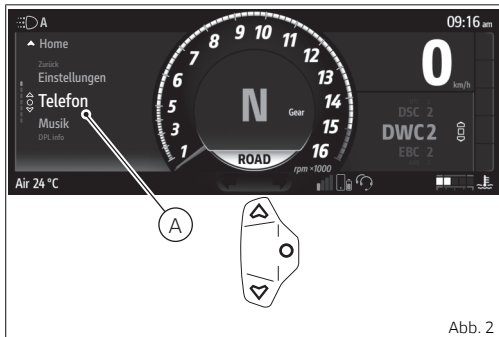

Abb. 2
Während eines Gesprächs ist es möglich, die Anrufanzeige zu verlassen, um auf andere Menüs auf der Hauptbildschirmanzeige zuzugreifen, dazu die Taste  gedrückt halten. Das blaue Symbole des Telefons (D) wird ebenfalls aktiviert, um anzuzeigen, dass ein Gespräch geführt wird. Um zum Fenster des laufenden Gesprächs im Menü „Funktionen“ die Angabe „Telefon“ (A, Abb. 2 S.26) markieren, dann  drücken.